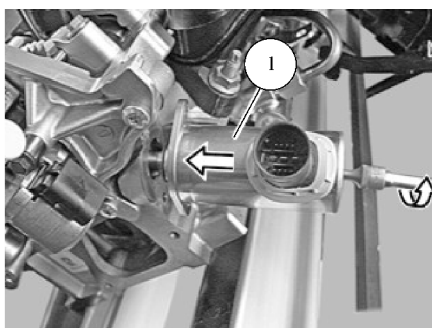

图 14-11 旋入伺服电动机
9) 如图 14-11 所示，通过啮合中间轴沿箭头方向将伺服电动机 1 连同轴一起均匀地旋入极限位置。